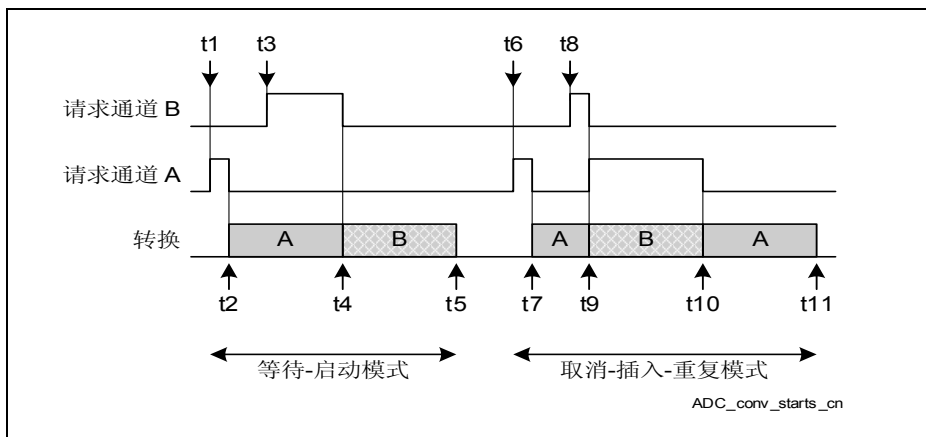

图 22-11 转换启动模式
- **等待-启动模式**：完成当前转换，然后启动在仲裁中获胜的转换请求。该模式提供的吞吐量最大，但是对于高优先级的转换来讲，会产生一个延迟 / 抖动。例子，见图 22-11：
例子见图 22-11：